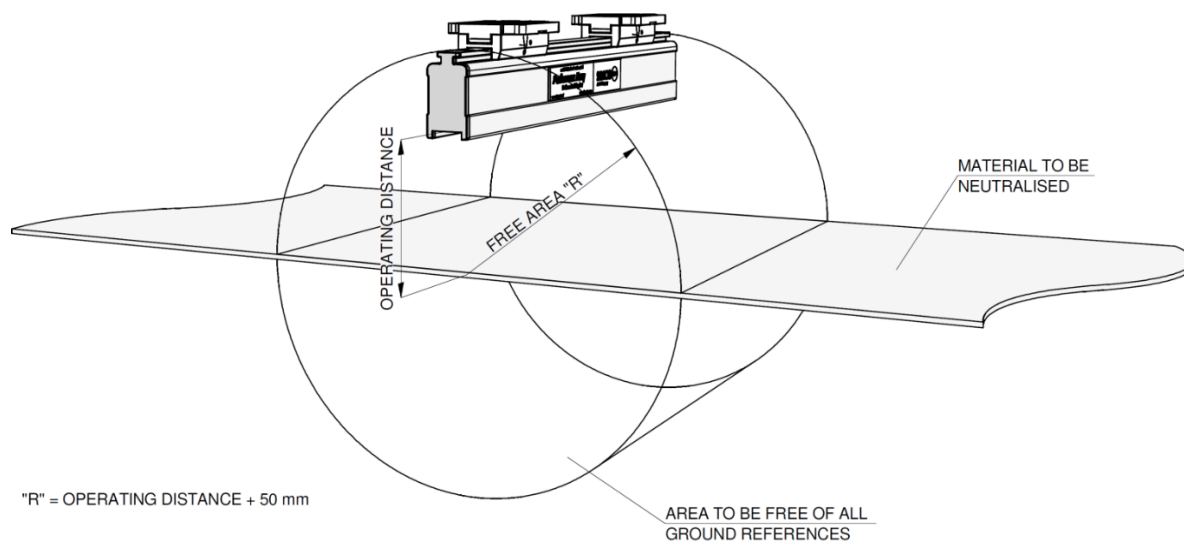

Abbildung 3: Optimale Position Performax IQ Easy und Performax IQ Easy Speed und optionaler Sensorstab IQ Easy
- Um ein optimales Ergebnis zu erzielen, muss der Ionensprühstab gemäß Abbildung 3 montiert werden.